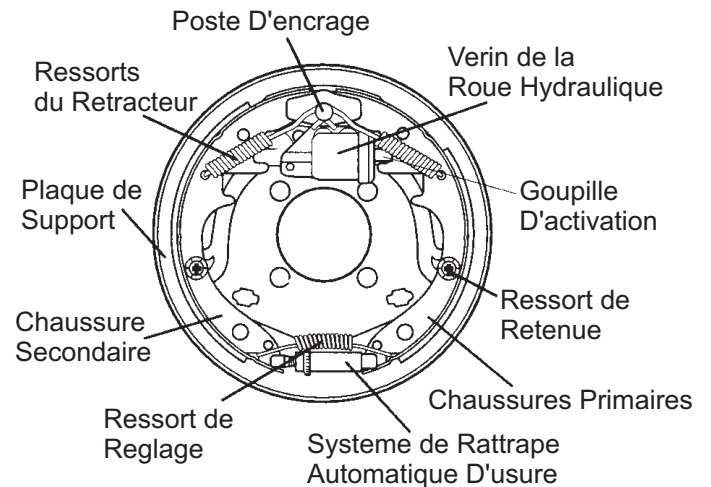

Figure 53. Composants du Frein Hydraulique
1. Pour arrêter le moteur en cas d'urgence, Faites passer les disjoncteurs **PRINCIPAL**, **SECONDAIRE** et **CHARGE** (Figure 53) en position **OFF (DÉSACTIVÉ)**.
La Figure 53 affiche les principaux composants de frein de courant d'intensité nécessitant l'inspection et la maintenance. Veuillez inspecter ces composants tel que requis en vous servant des étapes 1 à 8 et du tableau 15 tel qu'indiqué ci-dessous :
Les freins hydrauliques (Figure 53) ne nécessitent pas une attention particulière en dehors de l'entretien de routine à l'instar du remplacement du sabot et de la garniture. Les garnitures de frein doivent être périodiquement vérifiées pour détecter toutes anomalies telles que des craquelures, des nœuds ou des colmatages.